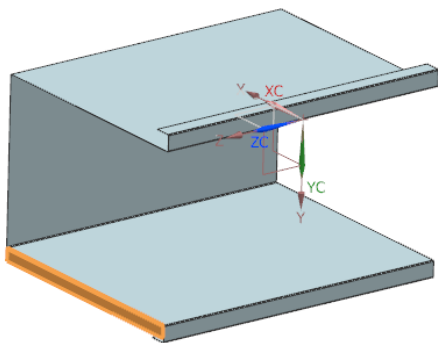

图 11-198 创建弯边特征 1
(4) 在“弯边”对话框中，单击按钮，创建弯边特征 1，如图 11-198 所示。